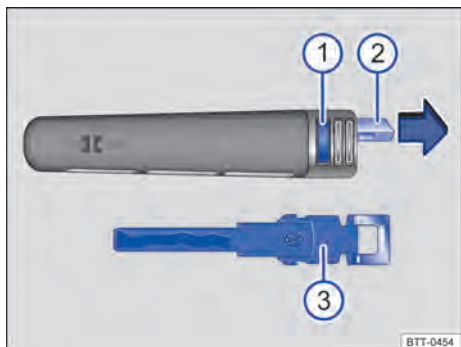

Fig. 22 Chave do veículo: pressionar o botão ① e retirar a chave de emergência ③ do alhal ②.
Na chave do veículo se encontra uma chave de emergência $\Rightarrow$ Fig. 22 ③ para destravamento e travamento manual.
Na chave do veículo $\Rightarrow$ Fig. 22: